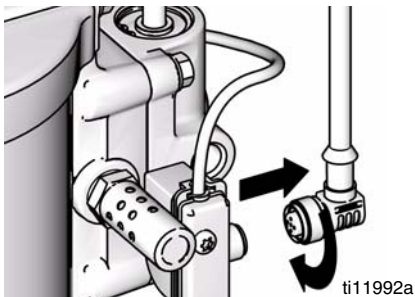

Рис. 9. Разъедините DataTrak
1. Отвинтите кабель от задней части агрегата язычкового переключателя. Смотрите Рис. 9.